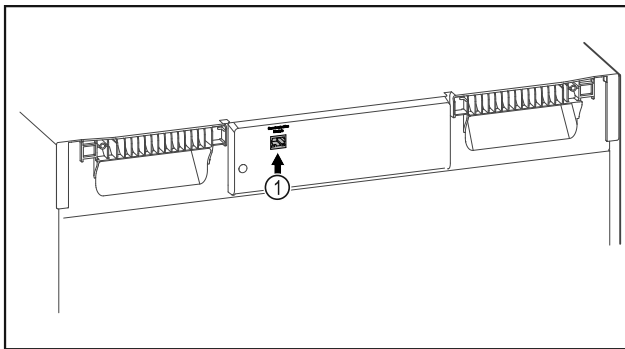

Fig. 141
- ❑ Le SmartModule *Fig. 141 (1)* est installé.